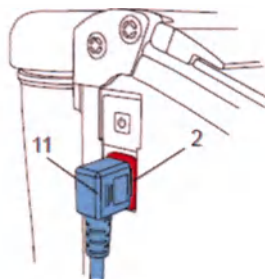

Рис. 41
4. Подключение к электросети (рис.41):
- Вставьте сетевой кабель (11) в розетку прибора (2)